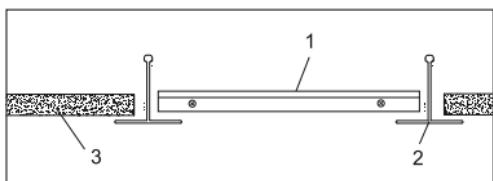

Рисунок 3
2.3 Встраиваемый монтаж осуществляется следующим образом (см. рисунок 3): светодиодную панель (1) установить на место потолочной плиты 600x600 мм (3) в межпотолочное пространство между направляющими (2) потолка «Armstrong», как показано на рисунке 3.